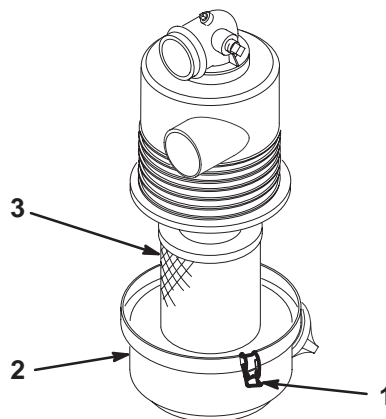

Figure 28
3. Desserrez les fixations qui maintiennent le couvercle sur le corps du filtre à air. Otez le couvercle du corps et nettoyez l'intérieur du couvercle (Fig. 28).
4. Sortez l'élément filtrant du corps du filtre avec précaution pour ne pas déloger trop de poussière (Fig. 28). Évitez de cogner l'élément contre les parois du filtre.